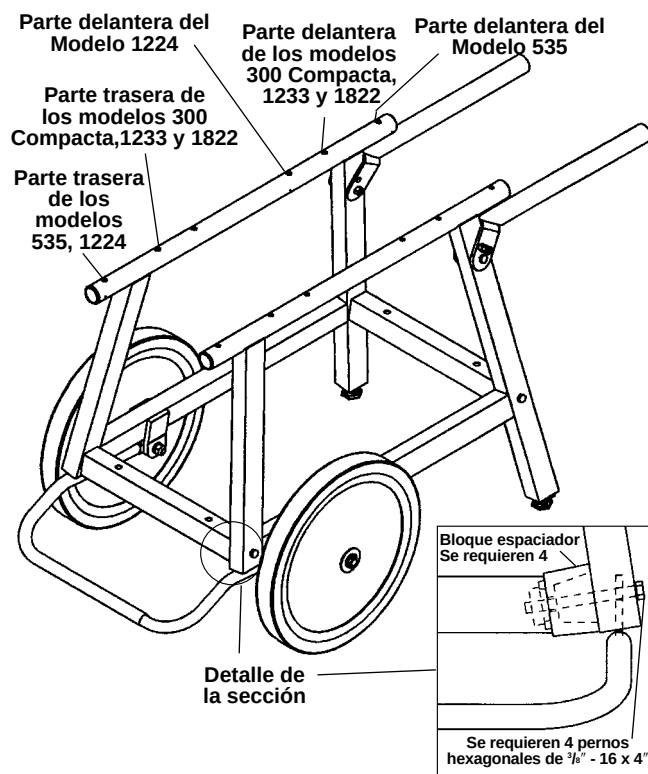

Figura 3 – Ensamble del soporte
3. Ensamble el soporte con las calcomanías interiores apuntando hacia el interior del soporte (*Figura 3*).
4. Inserte las lengüetas de enclavamiento en la parte de abajo de las patas como se muestra en el dibujo. Inserte los cuatro espaciadores entre las patas. Use los cuatro (4) pernos hexagonales de $\frac{3}{8}$ " - 16 x 4" para sujetar las patas a la viga cruzada. Ajuste las
⚠ CUIDADO Para funcionar en forma óptima y equilibrada, las máquinas RIDGID deben montarse sobre los agujeros correctos en las patas (Figura 3).